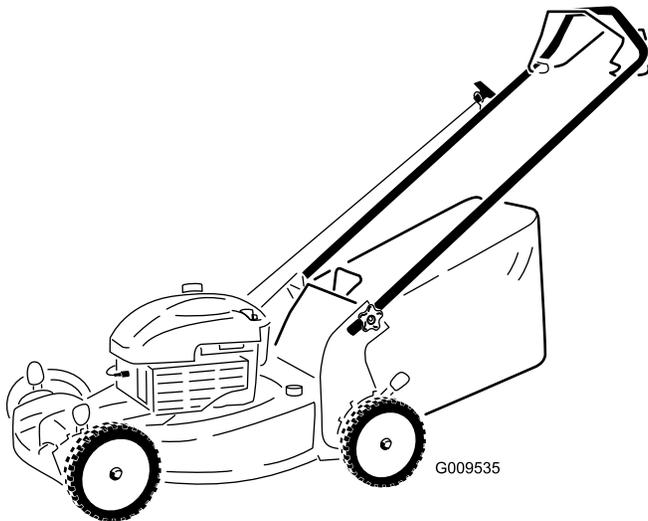

Рисунок 12
1. Поднимите и удерживайте задний отражатель (Рисунок 12).
2. Установите мешок для сбора скошенной травы и убедитесь в том, что стержни мешка вошли в пазы на рукоятке (Рисунок 12).